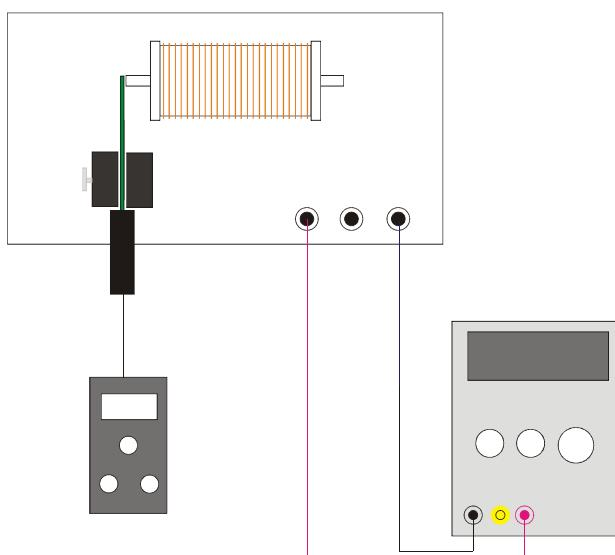

Fig. 2: Montagem da experiência “medição estática”
- Ligar fonte, bobina e teslômetro conforme Fig. 2.